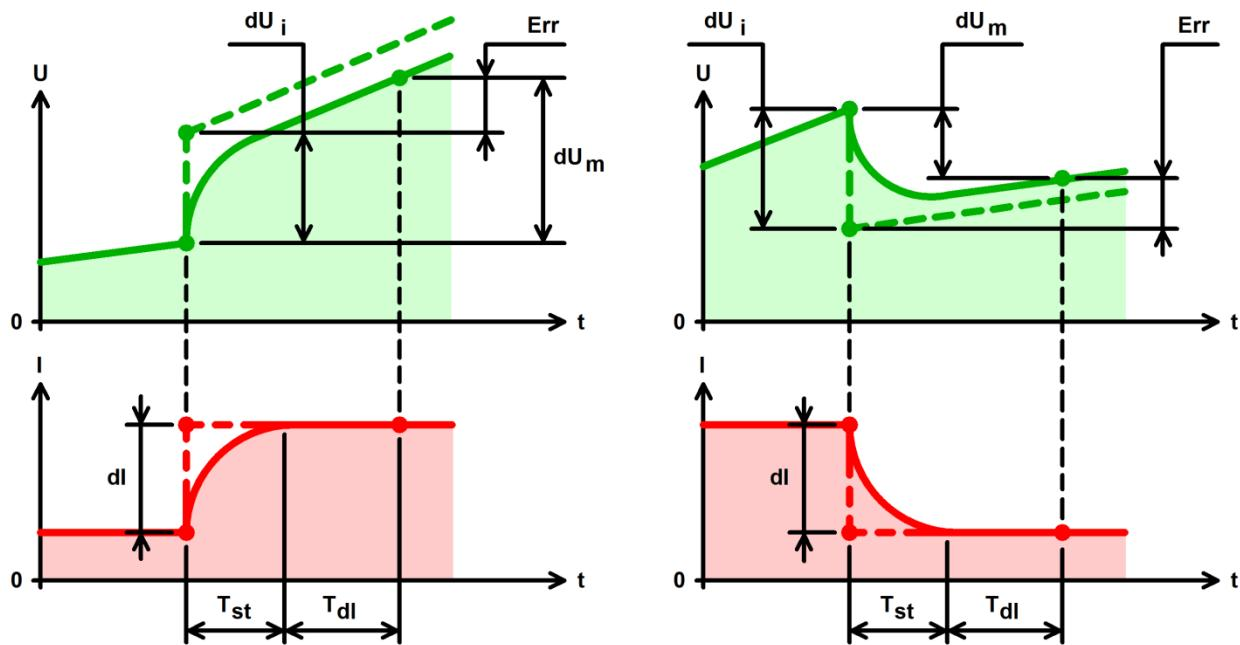

Рисунок 36 - Причины возникновения ошибок при измерении ESR
При измерении ESR в режимах импульсов тока, мощности или сопротивления нужно принять во внимание, что изменение тока через ХИТ при смене импульсов не происходит мгновенно, а занимает, в среднем, время T_{st} , от 10 до 50 мс, в зависимости от конкретных условий тестирования и заданных значений параметров (см. рисунок 36). Кроме того, присутствует определенная задержка T_{dl} в измерении и обработке прибором результатов измерений. Все это приводит к запаздыванию получения второго значения напряжения на клеммах ХИТ при определении скачка напряжения dU на суммарное время ($T_{st} + T_{dl}$) от 20 до 100 мс. Как следствие, в полученный результат измерения скачка напряжения dU_m вносятся искажения Err, поскольку напряжение на тестируемом ХИТ
- В некоторых случаях результаты измерения ESR могут быть искажены под влиянием переходных процессов и задержек измерений (см. подраздел 14.3 и рисунок 36).
Способ имеет аналогичные особенности и ограничения, что и способ измерения ESR ХИТ в режимах импульсов тока, мощности или сопротивления разряда (см. подраздел 14.3 и рисунок 36).